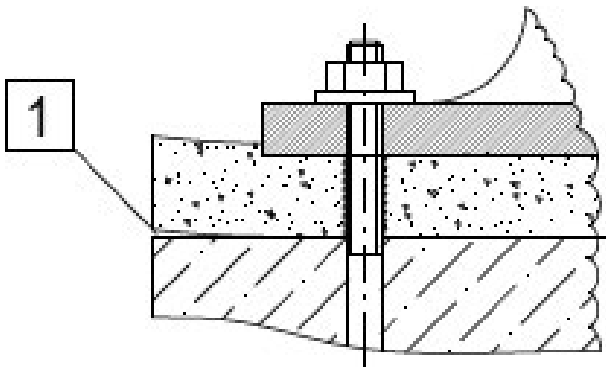

Рис. 8. Краевое коробление
3.3.7 Превышение плеча подливки к толщине укладки материала более чем 1:1 может вызвать коробление по контакту уложенного состава и поверхности бетонного основания (Рис. 8).